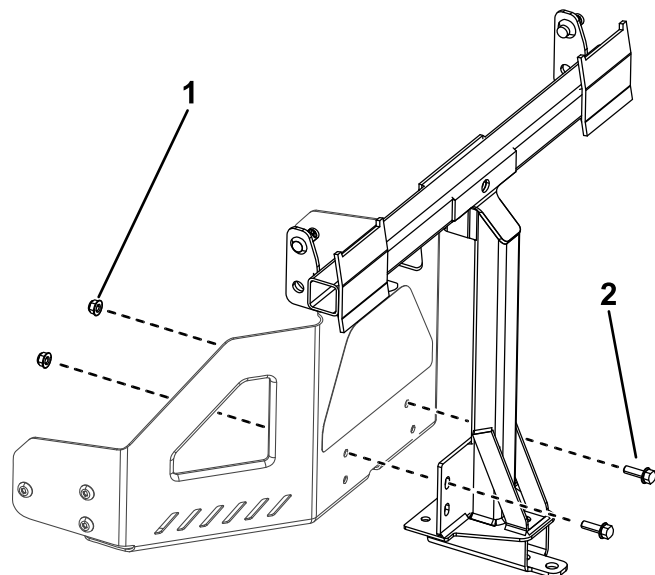

Figura 6
2. Instale a estrutura da articulação na máquina como se mostra na Figura 6. Prenda a estrutura de articulação à máquina utilizando os dois parafusos (5/16 pol. x 1 pol.) e duas porcas de bloqueio (5/16 pol.).